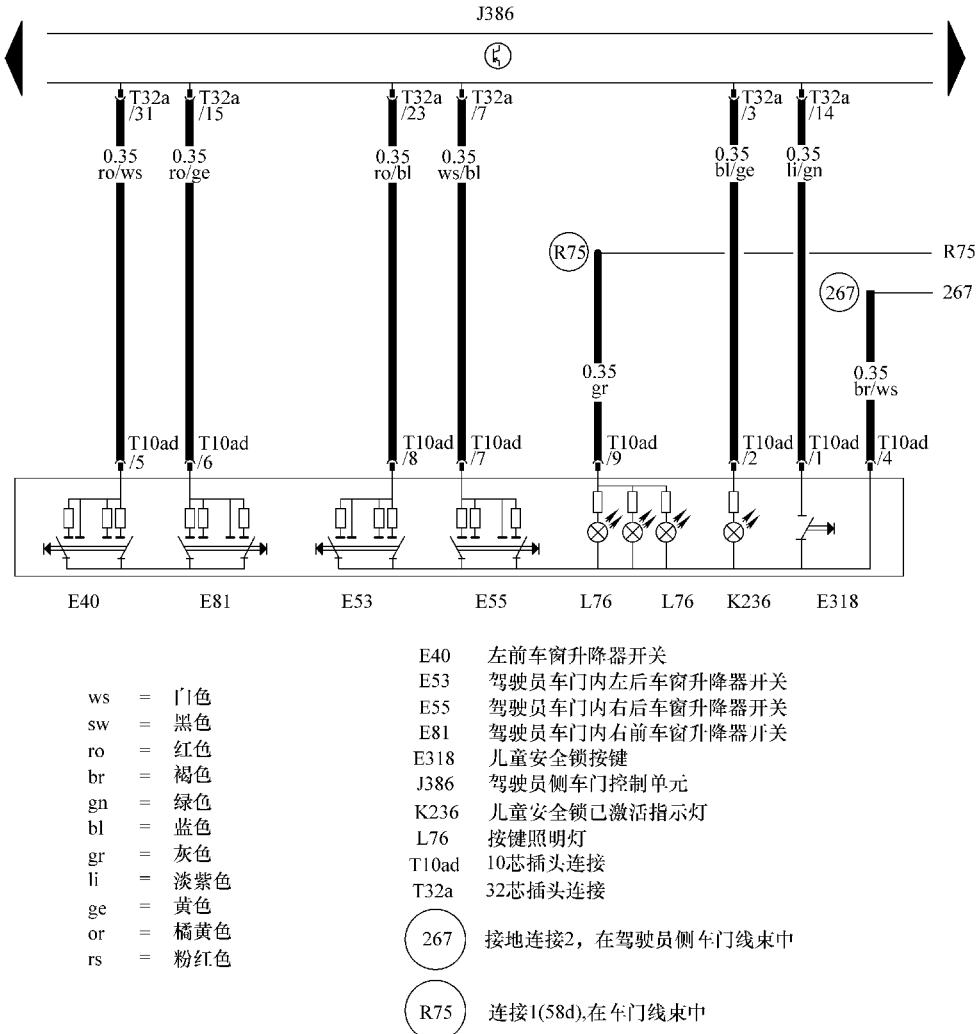

图 4-10 大众高尔夫 A6 轿车驾驶员侧车门控制单元、驾驶员车门内的车窗升降器开关、儿童安全锁按键参考电路
**8. 大众高尔夫 A6 轿车驾驶员侧车门控制单元、驾驶员车门内的车窗升降器开关、儿童安全锁按键参考电路 (见图 4-10)**